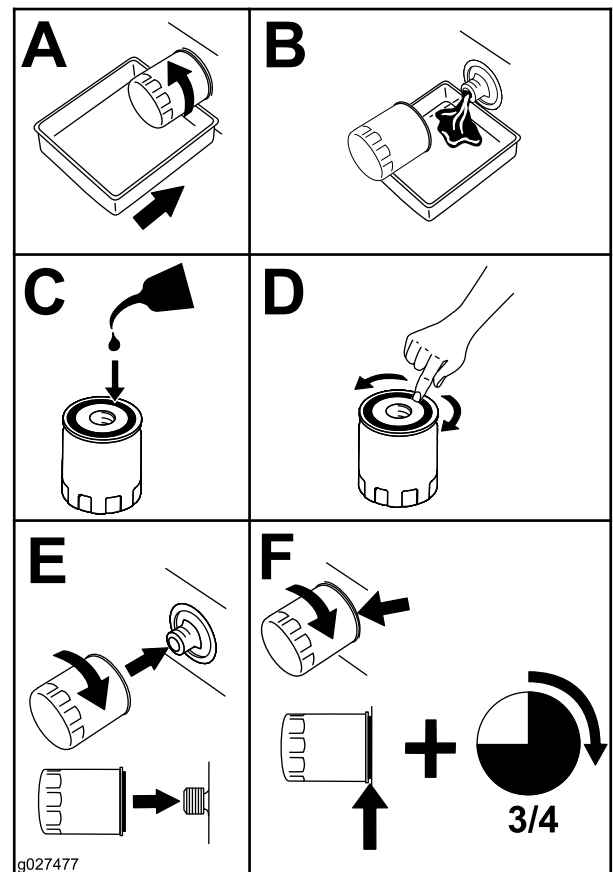

Figura 87
6. Sostituite il filtro dell'olio motore come illustrato nella Figura 87.